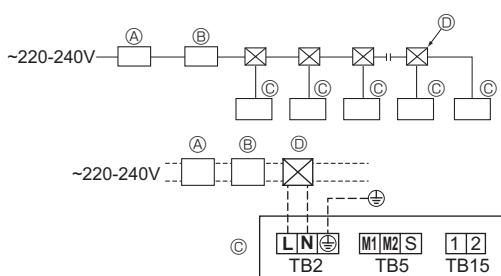

Fig. 4-4
- A instalação do ar condicionado deve incluir a instalação de um interruptor com uma distância mínima de separação entre contactos em cada polo de 3 mm. [Fig.4-4]